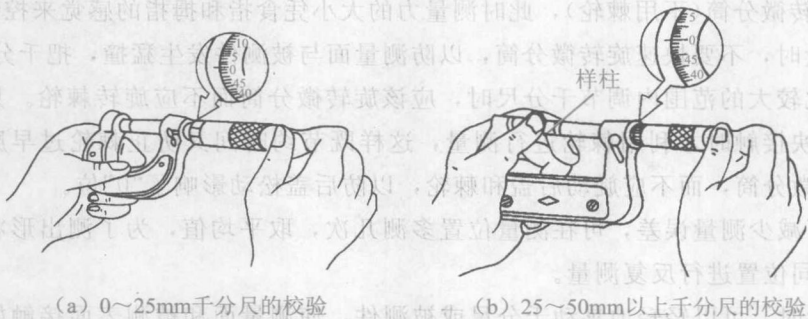

图 1-15 千分尺的校验
- (1) 选择一把 0.01mm/(25~50)mm 千分尺。
- (2) 测量前, 千分尺的测量面和零件的被测表面应擦拭干净, 以保证测量准确, 并检查千分尺零位的准确性, 如图 1-15 所示。除 0~25mm 的千分尺可直接校验外(图 1-15(a)), 25~50mm 的千分尺可用标准样柱校验(图 1-15(b)), 如未对准零位, 可用扳手校准。